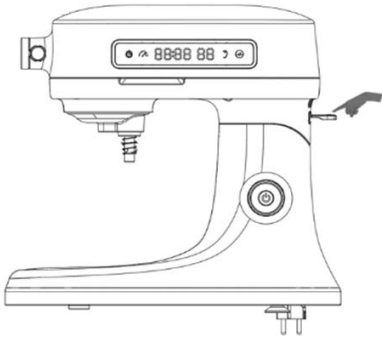
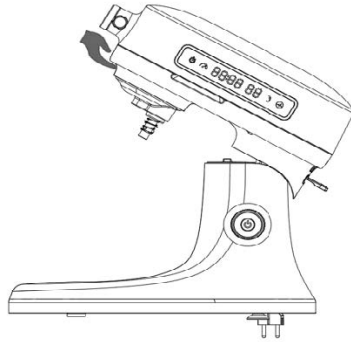
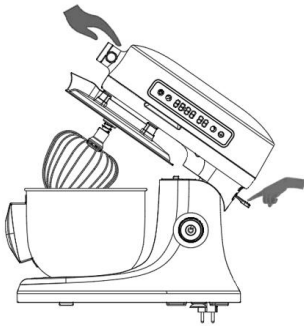

Abbildung 1
Abbildung 2
Abbildung 3
Setzen Sie den Knethaken (Rührhaken/Schneebeesen) so in die Welle ein, dass die quadratische Nut des Knethakens mit der Planetenwelle ausgerichtet ist, siehe ABB. 1. Setzen Sie gleichzeitig den Haken in den Schlitz der Planetenradwelle ein, drücken Sie ihn leicht nach oben und drehen Sie dann den Hakenhalter gegen den Uhrzeigersinn, bis der Wellenstift mit dem Clip ausgerichtet ist, wie in Abbildung 3 dargestellt, d. h. der Haken ist fixiert. Beim Anbringen sollte der vordere Teil angehoben sein, um die Bedienung zu erleichtern. Sobald die Rührschüssel installiert ist, bringen Sie die Nase in eine horizontale Position, wie in Abbildung 4 gezeigt (Hinweis: Die Maschine darf nicht an das Stromnetz angeschlossen sein, während der Knethaken und anderes Zubehör installiert werden!)
1. Stellen Sie das verpackte Gerät auf den Tisch, halten Sie den Kopf mit der linken Hand und drücken Sie dann mit der rechten Hand die Taste zum Anheben des Kopfes nach unten (Abbildung 1). Der Kopf hebt sich automatisch, halten Sie den Kopf sanft nach oben mit der linken Hand, bis er einrastet (Abbildung 2)
2. Heben Sie den Kopf an, setzen Sie die Schüssel in die Basis ein und drehen Sie sie im Uhrzeigersinn, um sie zu fixieren (siehe Installationsanleitung für die spezifische Bedienung), vgl. Abbildung 3.
3. Stecken Sie den Schneebesen in die Zubehörfassung (siehe Installationsanweisungen für den spezifischen Betrieb) wie in Abbildung 3.
9. Schieben Sie die Taste zum Heben des Kopfes nach rechts und halten Sie das obere Gehäuse fest wie in Abbildung 3.